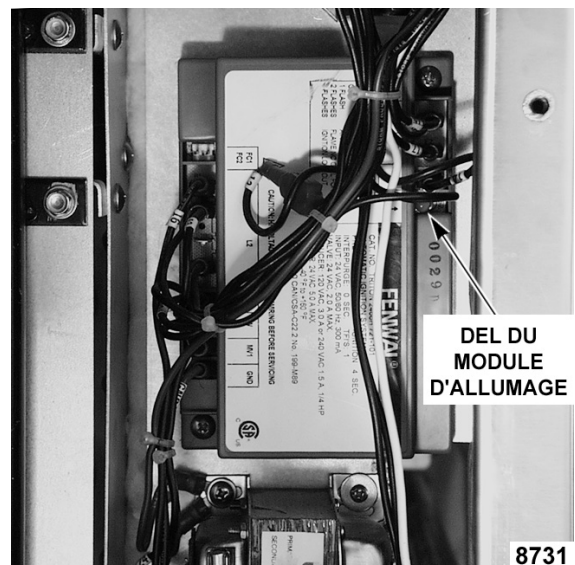

Fig. 12
- I. Observez la DEL sur le module d'allumage (Fig. 12). Le module devrait être verrouillé. (Voir le tableau ci-dessous.)